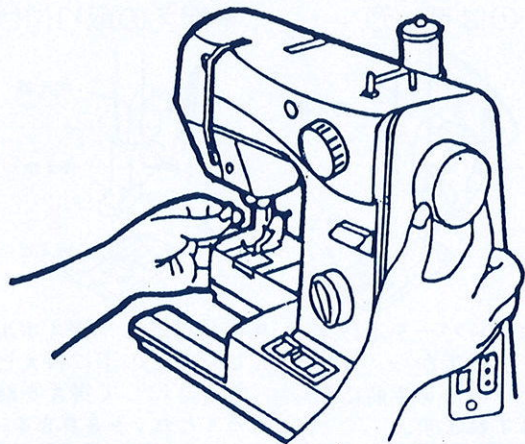

図 1
- 押えはあげておき左手で上糸の端をややゆるめて持ち、右手ではずみ車を手前にまわします。(図 1)